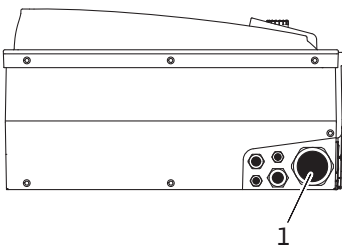

Fig. 23: Pressacavo M25/M40
- Il cavo di collegamento alla rete deve essere fatto passare attraverso il pressacavo M25/M40 (fig. 23, pos. 1).